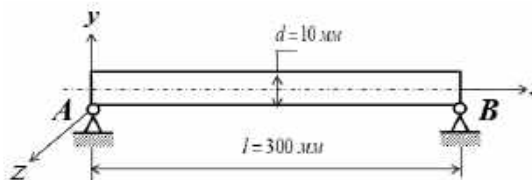

Рис. 2
2. Виконайте модальний аналіз двоопорної балки круглого поперечного перерізу (рис. 2), якщо матеріал балки є проста вуглецева сталь. Необхідно отримати перші 8 власних форм коливань (40 балів).